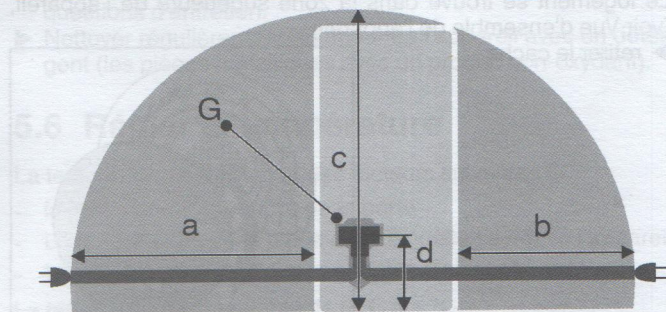

Fig. 21
- La prise de courant est en dehors de la zone postérieure de l'appareil dans la zone concernée. Fig. 21 (a, b, c)
- Introduire la la fiche de l'appareil Fig. 21 (G) au dos de l'appareil. Veiller à ce qu'elle s'introduise correctement.